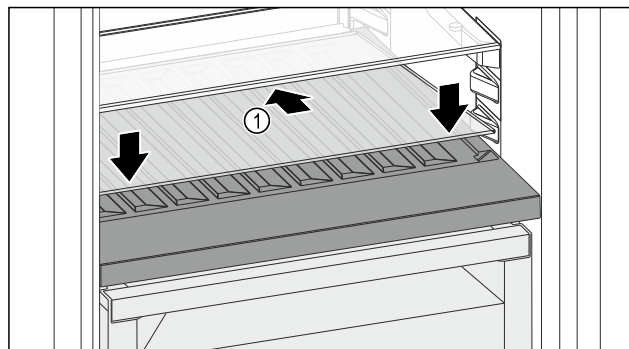

Fig. 214
- Placer la plaque de verre Fig. 214 (1) en biais et inclinée vers le bas.
- Abaisser l'avant de la plaque de verre Fig. 214 (1).